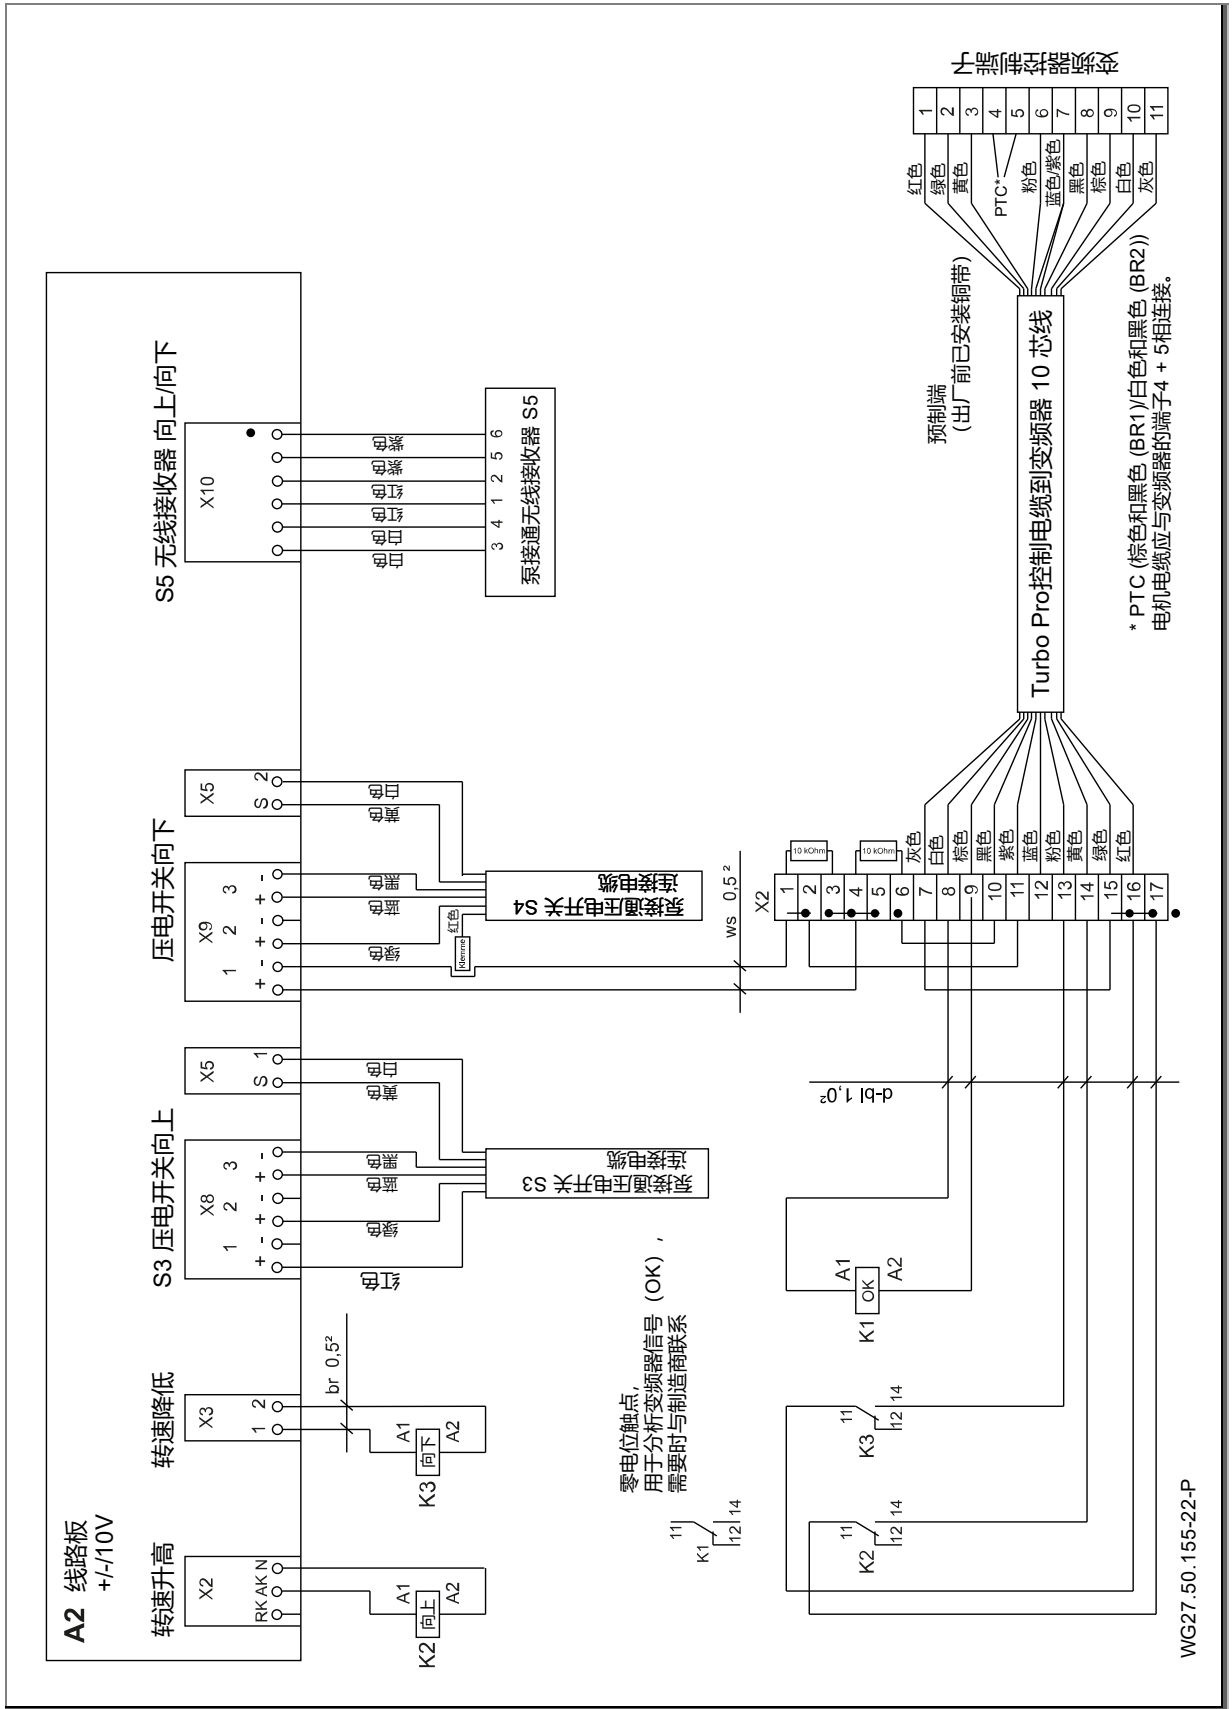

图 19
14. 按线路图说明连接PTC热敏电阻的芯线(棕色和黑色 (BR1)/白色和黑色 (BR2))。参阅“图 19”，第 26 页。